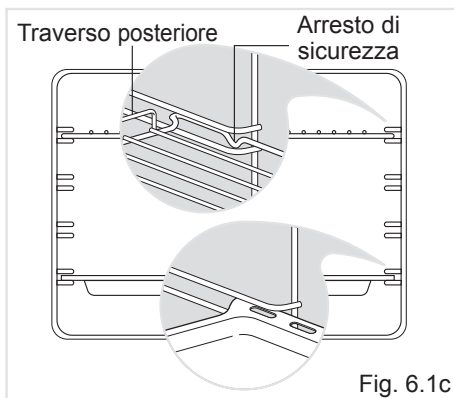

Fig. 6.1c
- Infilare in mezzo alle guide dei telai laterali la leccarda e la griglia come in (fig. 6.1c).